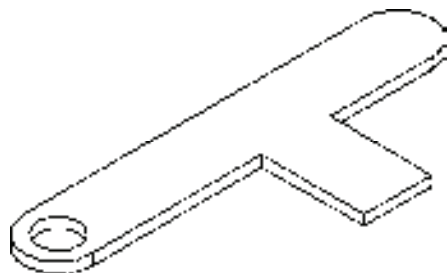

图 8-150 绘制轴测图练习 1
- 6) 上机练习: 绘制图 8-150 所示的等轴测图, 尺寸自定。